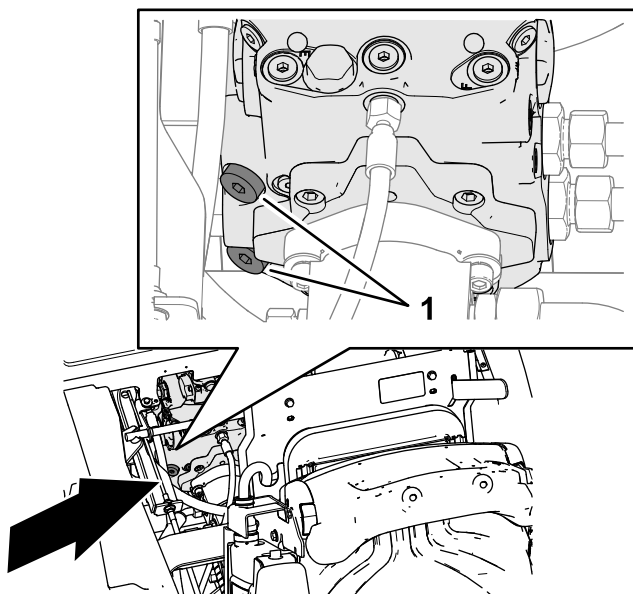

Figura 35
1. Utilize uma chave sextavada de 8 mm para rodar os dois parafusos de cabeça sextavada interior das válvulas de descarga da bomba da transmissão no sentido contrário ao dos ponteiros do relógio três voltas completas (Figura 35).